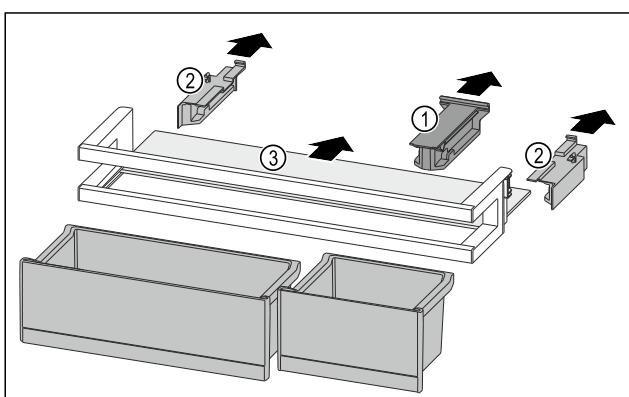

Fig. 92
- Snemite držalni del Fig. 92 (1).
- Snemite stranski del Fig. 92 (2).
- Odstranite polico za odlaganje Fig. 92 (3).